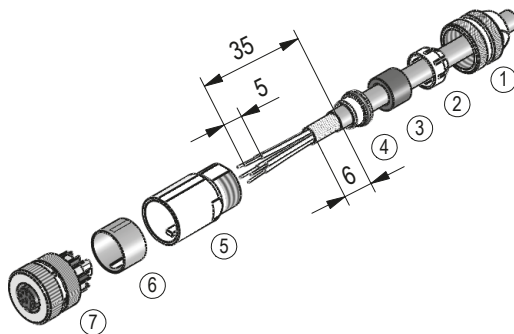

Abb. 12: Gegenstecker M12 A+D-kodiert gerade
- ▶ Litzenschnitt Leitungen  $\leq 0.75 \text{ mm}^2$  / Kabeldurchlass:  $\varnothing 6 \dots \varnothing 8 \text{ mm}$  (Ethernet Port 1 (IN) + Port 2 (OUT)).
- Zubehör SIKO Art.Nr. "87601" M12 D-kodiert (Stift 4 pol. Ethernet Port 1 (IN) + Port 2 (OUT)) (Abb. 12).
- Zubehör SIKO Art.Nr. "83525" M12 A-kodiert (Buchse 8 pol. Schnittstelle Digitale Ein-/Ausgänge) (Abb. 12).
### Montage (Abb. 12)